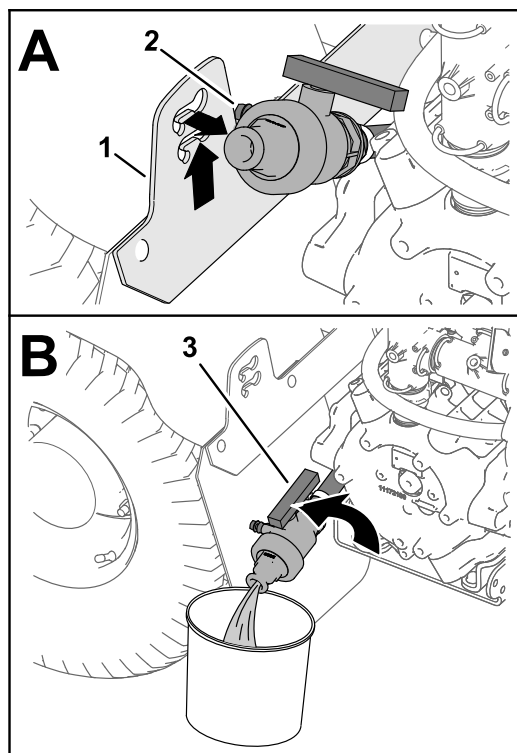

Рисунок 45
3. Поднимите клапан, чтобы его монтажные штыри вышли из пазов кронштейна сливного клапана, и переместите клапан назад (**Рисунок 45А**).
4. Направьте конец клапана в сливную емкость и поверните ручку клапана в открытое положение (**Рисунок 45В**).
5. Когда бак будет полностью опорожнен, поверните ручку сливного клапана в закрытое положение и установите клапан на кронштейн сливного клапана (**Рисунок 45В** и **Рисунок 45А**).